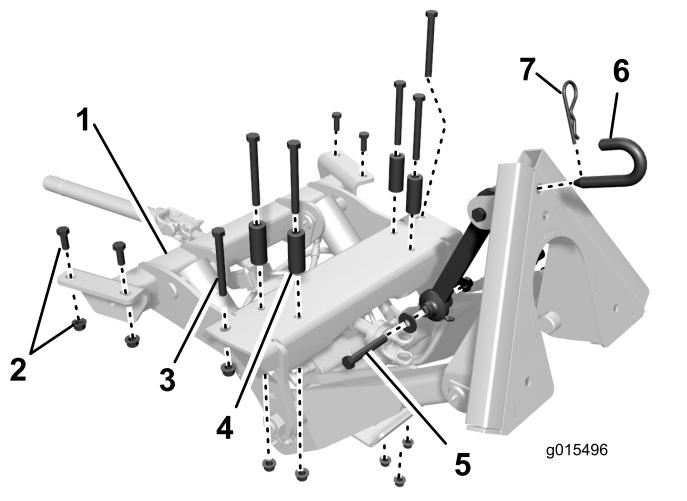
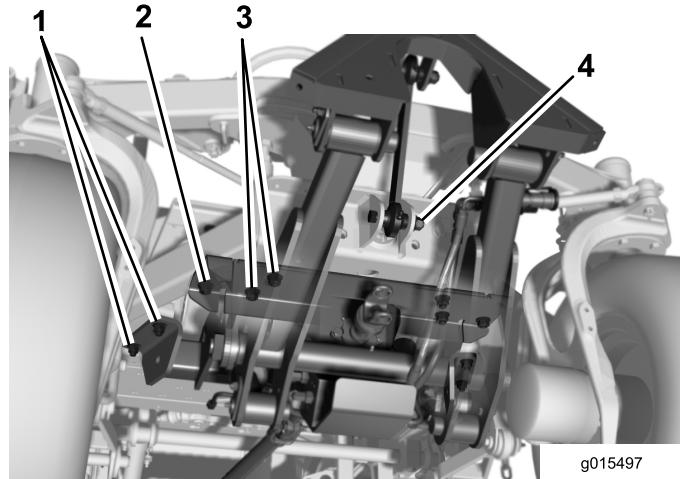

图5
图6
1. 图5 显示了用于将前部附件机架固定到主机机架下方的紧固件的位置、放置方式及大小。
3. 将前部附件机架放在机器前部下方 图6。
4. 升起前部附件机架同时将安装孔与机架槽和前机架十字板中的安装孔对准 图6。
5. 如 图6 所示在附件前部用螺丝  $\frac{1}{2} \times 4\frac{1}{2}$  英寸和凸缘螺母  $\frac{1}{2}$  英寸将两侧的外孔固定到机架槽上。
6. 如 图6 所示在附件后部用 2 个螺丝  $\frac{1}{2} \times 1\frac{1}{4}$  英寸和凸缘螺母  $\frac{1}{2}$  英寸将两侧松松安装到机架槽上。
7. 如 图6 所示使用剩余的 4 个安装孔用螺丝  $\frac{1}{2} \times 4\frac{1}{2}$  英寸、隔片和凸缘螺母  $\frac{1}{2}$  英寸将附件固定至机架十字板上。将隔片放置到螺丝头与十字板之间。
9. 如图5和图6所示用螺丝 $\frac{1}{2} \times 3\frac{1}{4}$ 英寸、2个支撑垫圈、隔片和锁紧螺母 $\frac{1}{2}$ 英寸将顶部联杆组件固定到轴支撑架上。